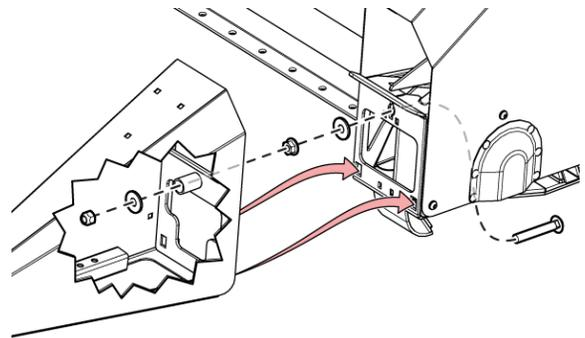

Abb. 34: Halmteiler montieren
Die Halmteiler müssen sachgerecht montiert und frei von Ernterückständen sein. (Siehe Fig. 34 on page 31)
- Die Halmteiler müssen sachgerecht montiert und frei von Ernterückständen sein. (Siehe Fig. 34 on page 31)